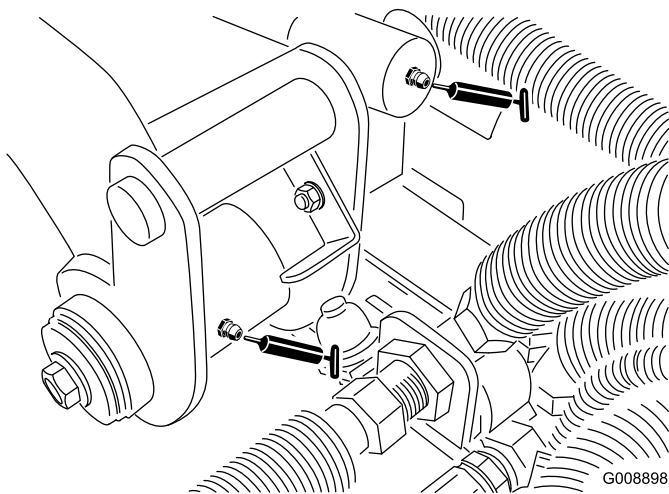

Figura 48
- Pivote y cilindro de elevación del brazo de elevación trasero (2) (Figura 48)